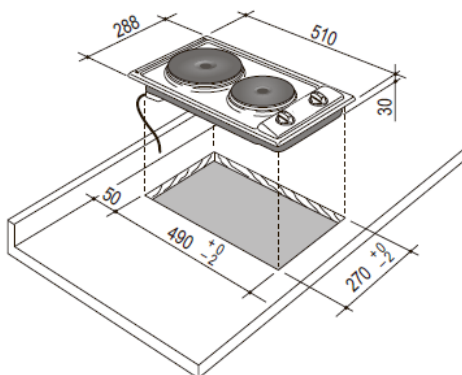

Fig. 1.1
Pour installer le haut de la plaque de cuisson dans le meuble de cuisine, un trou avec les dimensions indiquées à la fig. 1.1 doit être réalisé en tenant compte des éléments suivants :
- la plaque de cuisson doit être maintenue à une distance d'au moins 50 mm de la paroi arrière (fig. 1.1) ;